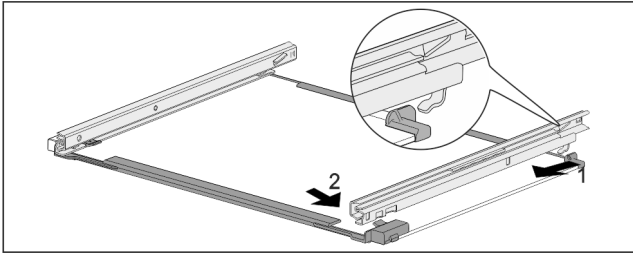

Fig. 203 带轨道的玻璃隔板
- 轨道后部钩入。 Fig. 203 (1)
- 轨道前部卡紧。 Fig. 203 (2)